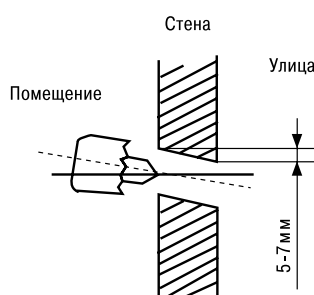

Рис. 4
- Определите расположение отверстия относительно монтажной пластины. Просверлите одно отверстие $\varnothing 65$ мм с небольшим уклоном вниз изнутри наружу. (как показано на рис. 4).